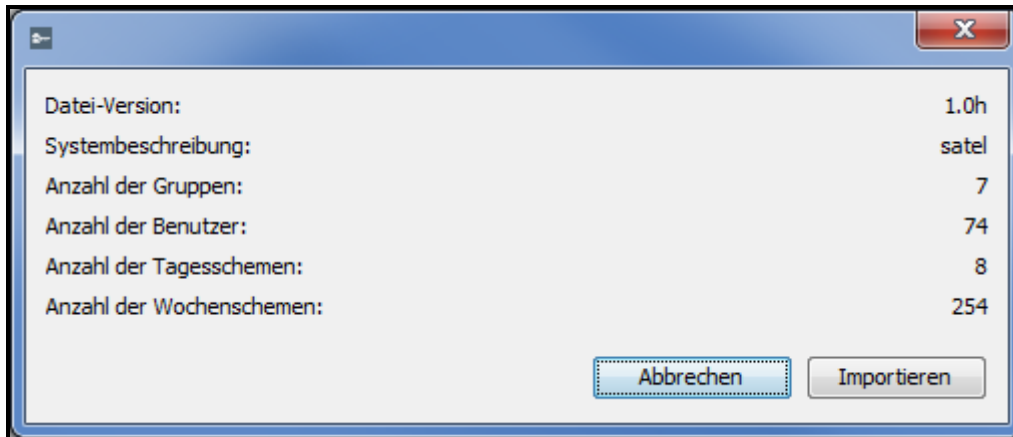

Abb. 44. Fenster mit Informationen zu den aus dem Programm ACCO-SOFT-LT importierten Daten.
7. Es wird das Fenster mit Informationen zu den importierten Daten angezeigt (siehe: Abb. 44). Klicken Sie auf „Import“, um den Datenimport zu starten. Zum Schluss wird eine entsprechende Meldung angezeigt.
Weiter – klicken, um die eingegebenen Daten zu bestätigen. Es wird das Fenster mit den importierten Daten aus dem Programm ACCO-SOFT-LT geöffnet (siehe: Abb. 44).